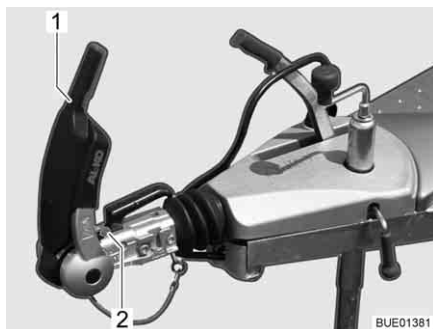

Fig. 210 Indicateur garnitures de friction avant et arrière
- Ouvrir la poignée de stabilisation (Fig. 210,1).
Le contrôle s'effectue au moyen de l'indicateur disposé en amont de la poignée d'attelage (Fig. 210,2).